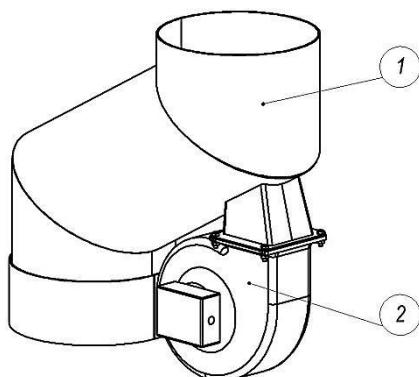

Рис. 9
- е) Дымовой аспиратор (дымосос). (Рис.9).
Инвентарь (Рис. 9) является дополнительной опцией. В базовой комплектации предусмотрен банник. Инструменты инвентаря разработаны для эффективной очистки элементов котла от сажи и нагара. Крепится инвентарь по усмотрению владельца.
Является дополнительной опцией, позволяющей увеличить тягу отводимых газов. Устанавливается в соответствии с Рис.9.